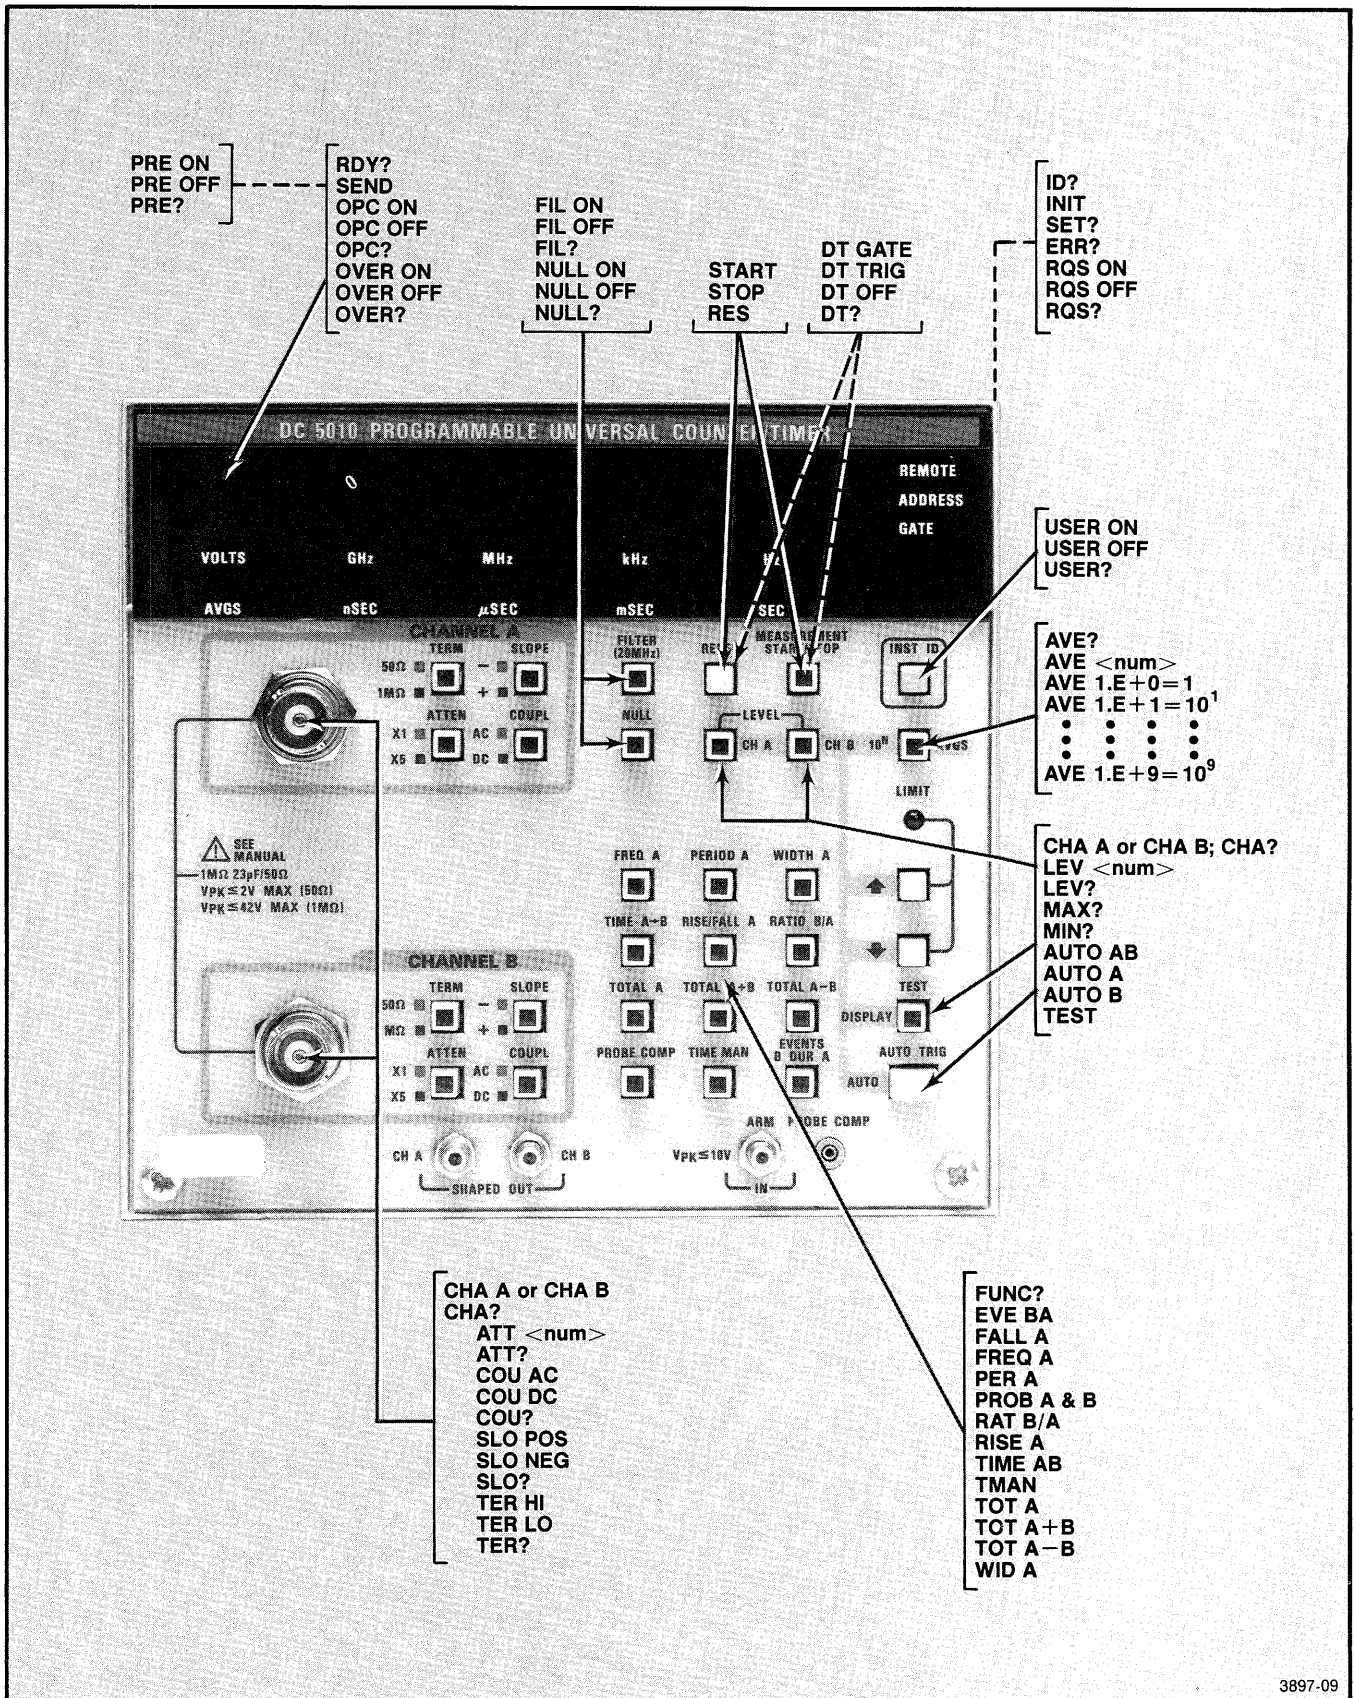

Bild 2-10. Liste der Befehle.
- Eine Abbildung der Frontplatte – die die Beziehung der Befehle zu den Bedienungselementen auf der Frontplatte zeigt (siehe Bild 2-10).